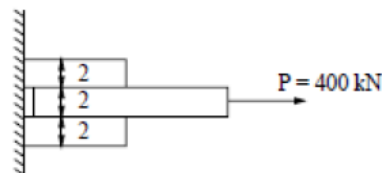

Fig.1
3.1. Calculer le nombre de rivets de 10 mm de diamètre nécessaire pour assembler la pièce de la Fig. 1, sachant que $[\sigma] = 80 \text{ N/mm}^2$.